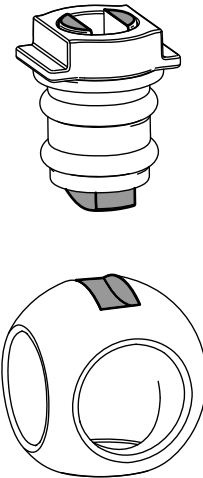

图 121
- 将球插入阀体图 121。
**注意** 阀杆应能够插入球驱动槽内部。如果气门芯不能插入请调整球的位置(图 121)。